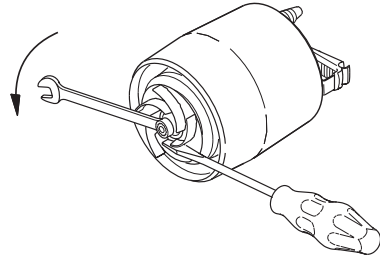

Fig. 10
- Afloje y quite la tuerca de la flecha del motor (13 mm). Con un destornillador, evite que el impulsor gire, ver fig. 10.